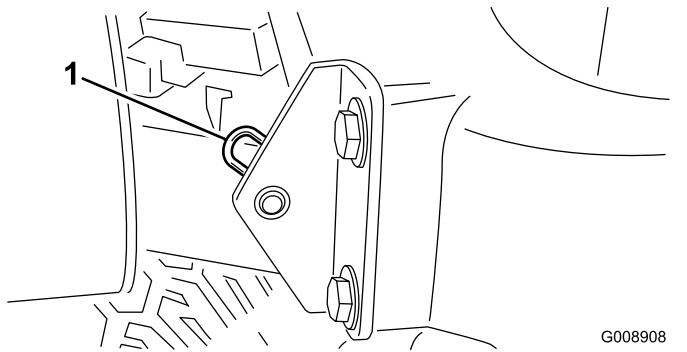

Figura 39
2. Togliete la coppiglia che fissa il perno del cofano alle staffe di montaggio (Figura 39).